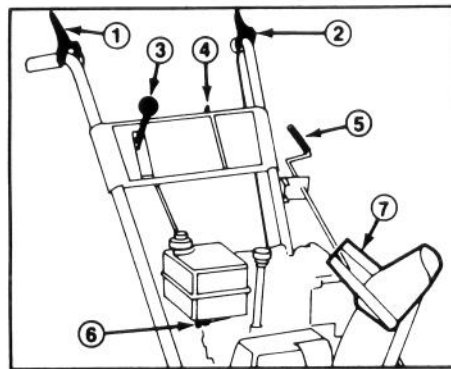

Figure 14
**Commande de tarière** (Fig. 14) — Cette commande a deux positions: EMBRAYÉE (Engage) et DÉBRAYÉE (Disengage). Pour embrayer la tarière et le rotor, comprimez le levier contre la poignée du mancheron droit. Pour les débrayer, relâchez le levier.
**Commande de traction** (Fig. 14) — Pour ob-
**Sélecteur de vitesse** (Fig. 14) — Cette commande a quatre positions: marche arrière, 1, 2 et 3 (trois vitesses avant). Pour changer de vitesse, placez le levier à la position désirée. Le
**Clé d'allumage** (Fig 14) — La clé d'allumage a deux positions: MARCHE (on) et ARRÊT (off). Mettez la clé en position MARCHE (on) avant de mettre le moteur en marche à l'aide du démarreur à rappel. Pour arrêter le moteur, mettez le clé en position ARRÊT (off).
**Robinet d'arrêt d'essence** (Fig. 14) — Ce robinet se trouve sous le réservoir d'essence. Fermez le robinet pour arrêter l'arrivée d'essence au carburateur et rouvrez-le pour rétablir l'alimentation. Fermez le robinet quand la déneigeuse ne sert pas.
**Commande d'éjecteur** (Fig. 14) — Tournez la manivelle de commande de l'éjecteur à droite pour orienter l'éjecteur vers la gauche et tournez la manivelle vers la gauche pour orienter l'éjecteur vers la droite.
**Manette du déviateur** (Fig. 14) — La manette du déviateur se trouve sur le dessus de l'éjecteur et sert à régler la hauteur du jet de neige.
3. Ouvrez le robinet d'arrêt d'essence sous le réservoir d'essence (Fig. 14).
5. Tournez la clé d'allumage en position de MARCHÉ (Fig. 14).